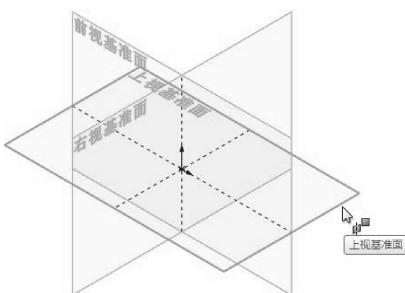

图 2-113 选择草图平面
- 01 新建 SolidWorks 零件文件。在【草图】选项卡中单击【草图绘制】按钮 ，选择上视基准面作为草图平面，进入草绘环境中，如图 2-113 所示。